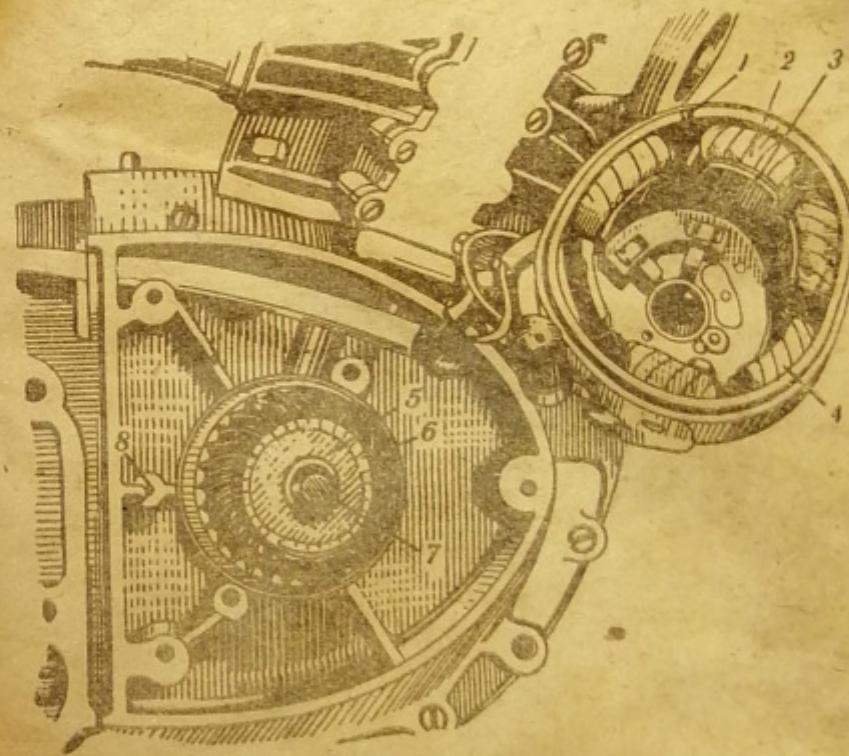

Рис. 25. ГЕНЕРАТОР:
1. Вывернуть винты 11 (рис. 24), отсоединить провода, и снять статор (рис. 25).
2. Вывернуть болт 7 (рис. 25) и, ввертывая вместо него винт из приспособления, применяемый для выжима оси звена цепи, снять якорь 5.
Сборку производить в обратном порядке, обратив внимание на то, чтобы установочный паз 1 (рис. 25) совместился со штифтом 8, расположенным на одном из ребер плоскости картера.